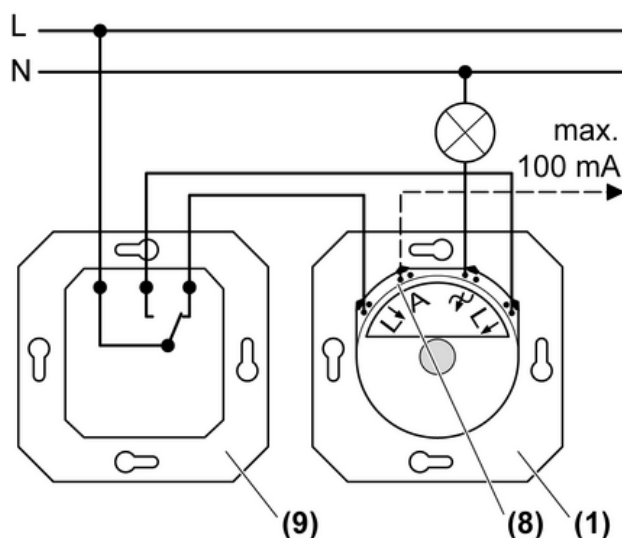

Bild 3: Wechselschaltung
- (1) Dimmer
- (8) Steuerausgang A
(9) Wechselschalter
- Dimmer (1) und Wechselschalter (9) gemäß Anschlussplan anschließen (Bild 3).